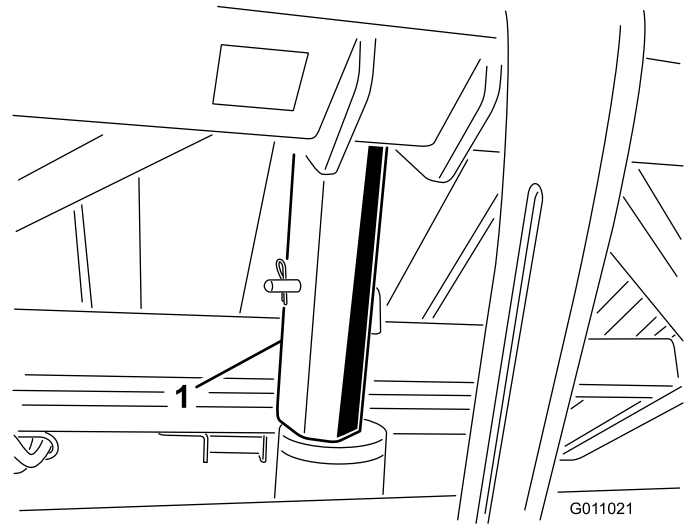

图 27
3. 将料斗安全支架插入油缸杆确保支架端靠在油缸筒和油缸杆头上图 27。